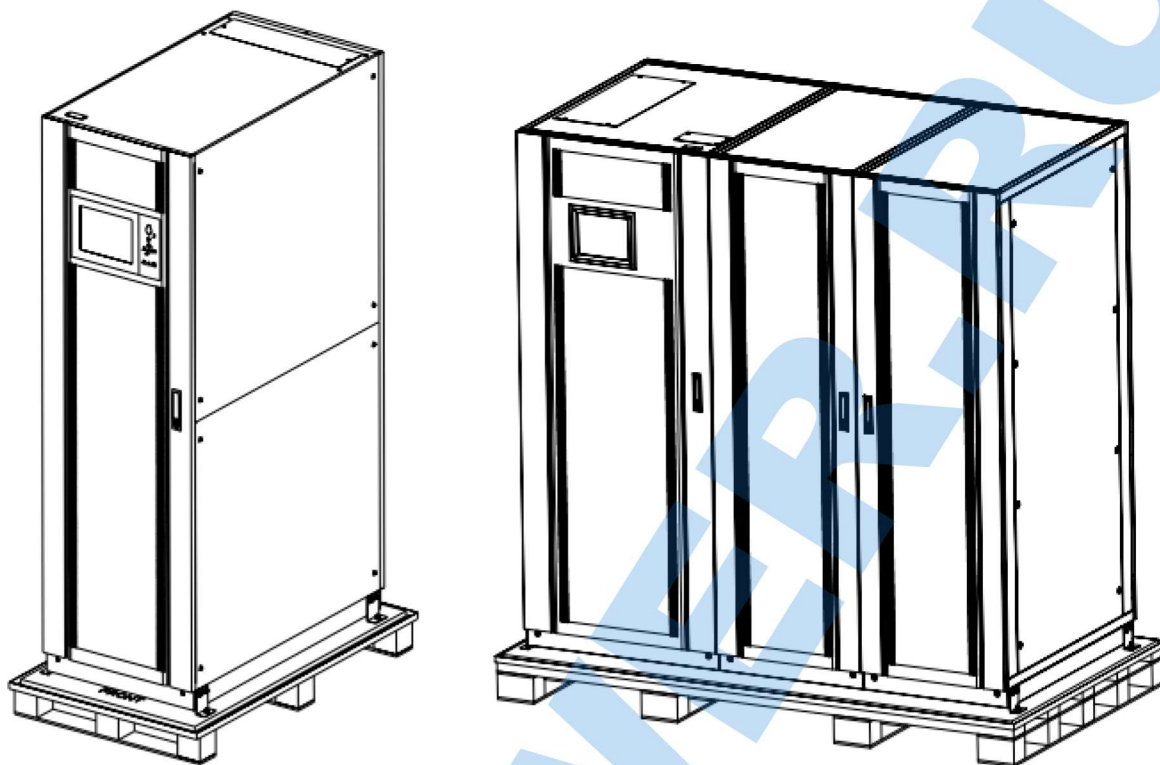

Рисунок 3-4. Удаление защитной оболочки.
4. Снимите защитную оболочку (Рис. 3-4).